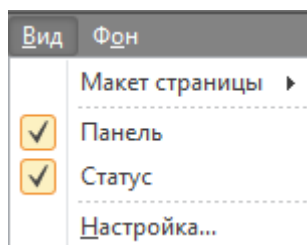

Рисунок 131
8.2 Контекстное меню Вид (рис.131)